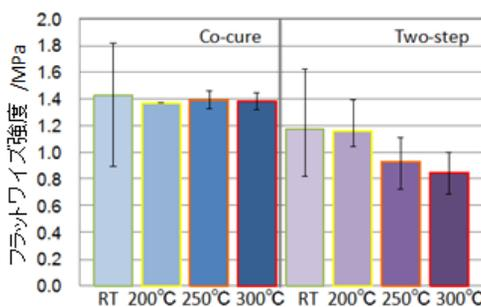

図2 フラットワイズ強度
- ▶ **測定結果** 両成形条件で作製したパネルで、高いフラットワイズ強度を示すことが確認されました(図2)。また、300℃でもフラットワイズ強度、曲げ剛性、及び曲げ強度を維持することが確認されました。これらの結果から、本サンドイッチパネルは耐熱部材としての適用可能性が示唆されました。